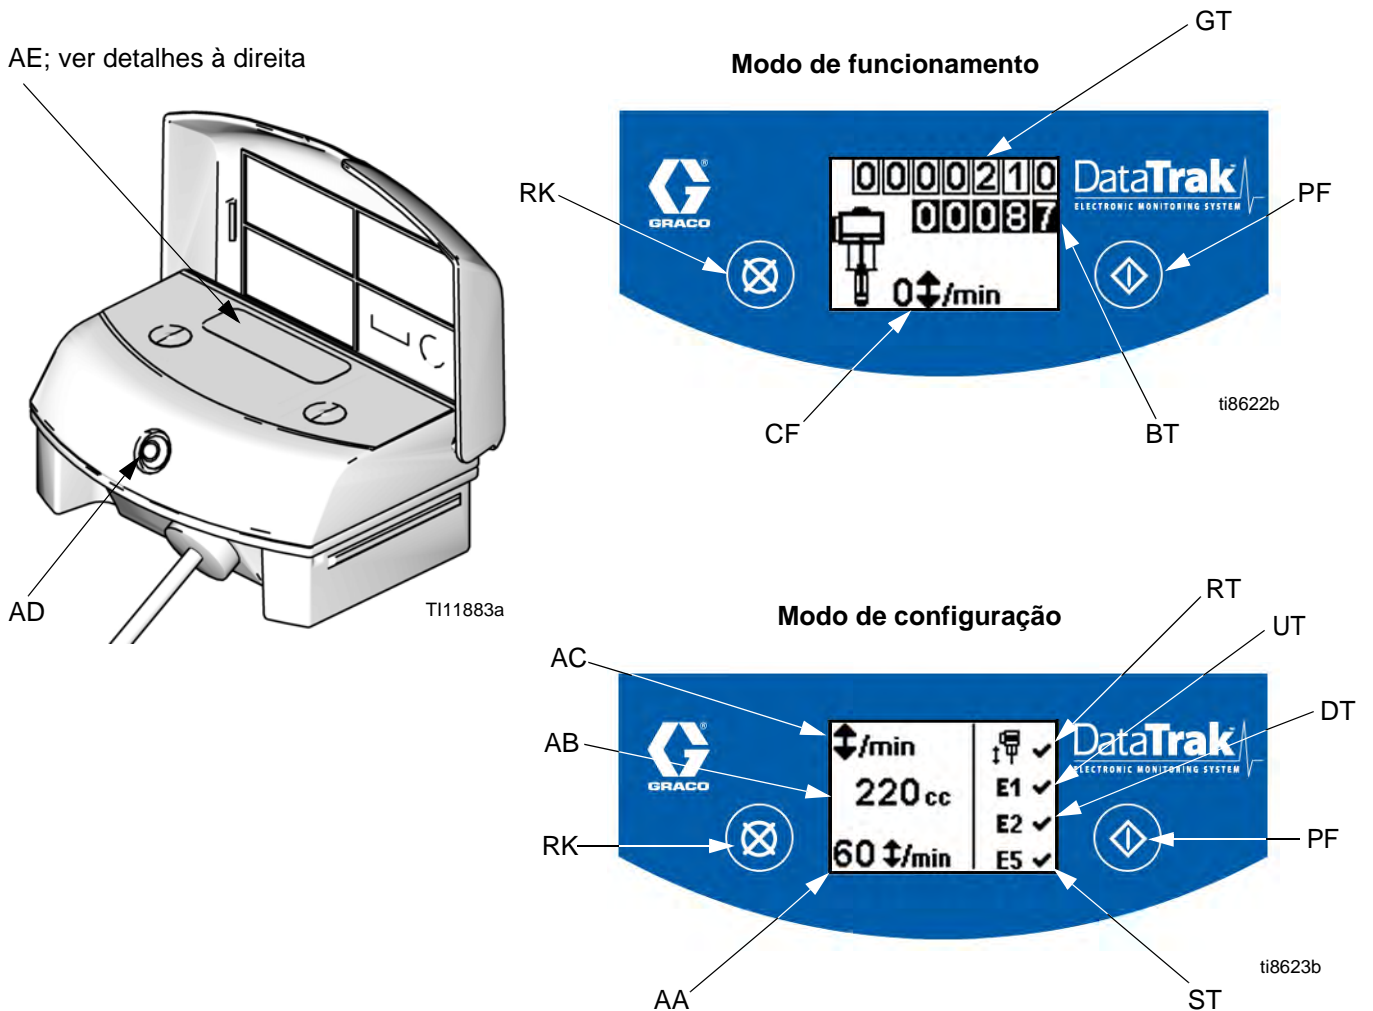

FIG. 7. Controlos e indicadores do DataTrak
## Chave para FIG. 7
1. Consulte FIG. 7. Premir continuamente  durante 5 segundos até aparecer o menu de configuração.
**NOTA:** No caso de desferragem, as opções de erro E1, E2 e E5 são ativadas e  aparece no ecrã de configuração. Consulte FIG. 7.
1. Consulte FIG. 7. Se ocorrer uma desferragem da bomba, o solenoide da desferragem torna-se ativa, parando a bomba. O LED (AD) fica intermitente e o visor (AE) indica uma condição de desferragem (consultar Tabela 1). O visor irá percorrer seis ecrãs de instruções.
2. Visores de desferragem 1 e 2: Para reiniciar o solenoide de desferragem, fechar a válvula pneumática principal (E). Aguarde até que o ar sangre completamente para fora do motor pneumático.
3. Visores de desferragem 3 e 4: Após o ar ter sangrado para fora, pressione o botão de libertação do solenoide (J) para baixo de forma a reajustar a válvula de ar. O botão sairá novamente para fora quando a válvula de ar estiver novamente pressurizada.
5. Abrir a válvula pneumática principal (E) para reiniciar a bomba.
**NOTA:** Para desativar a monitorização de desferragem, aceder ao modo de configuração e definir o valor de desferragem para 0 (zero) ou desactivar (RT)  (consulte FIG. 7).
1. Consulte FIG. 7. Para aceder ao modo de ferrar/lavar, premir qualquer tecla para ativar o visor e, em seguida, premir . Aparece o símbolo de ferrar/lavar no visor e o LED fica intermitente
2. Quando está ativado o modo de ferrar/lavar, a proteção de desferragem é desativada e o totalizador de lote (BT) não conta. O totalizador geral (GT) continua a contar.
Consulte FIG. 7. O último algarismo do totalizador de lote (BT) representa as décimas partes de galões ou de litros. Para reiniciar o totalizador, premir qualquer tecla para ativar o visor e, em seguida mantenha premido  durante 3 segundos.
Consulte FIG. 7. Em modo de funcionamento, o visor (AE) desliga-se após 1 minuto de inatividade ou após 3 minutos no caso do modo de configuração. Premir qualquer tecla para ativar o visor.
**NOTA:** O visor (AE) pode desligar-se se o DataTrak sofrer uma descarga intensa de electricidade estática. Premir qualquer tecla para ativar o visor.
O DataTrak consegue diagnosticar diferentes problemas da bomba. Quando o monitor deteta um problema, o LED (AD, FIG. 7) fica intermitente e aparece um código de diagnóstico no visor. Consulte Tabela 1.